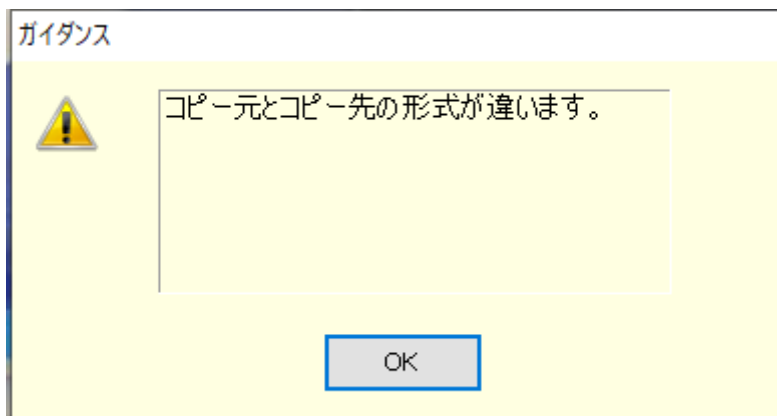

図5-8 データコピーのエラーダイアログ
- 貼り付け先として選択する範囲は、クリップボードにコピーしたときのデータ範囲と、行数と列項目を一致させてください。データ範囲が異なると、図5-8のエラーダイアログが表示されます。